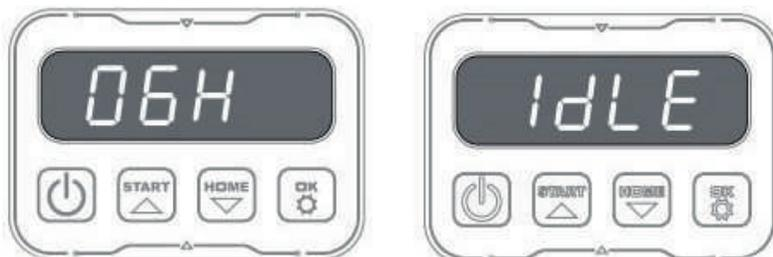

Рис. 26
10.4 Ввод времени скашивания часов в день (рис. 26)